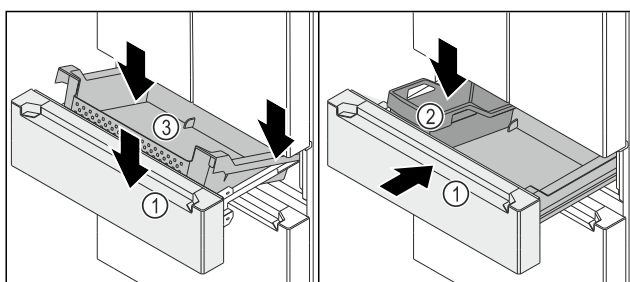

Fig. 147
- ☐ Uittrekwagen Fig. 147 (1) is uitgetrokken.
- Bak Fig. 147 (3) achter op de rails rechts en links plaatsen.
- Bak Fig. 147 (3) naar voren iets neerlaten, zodat de bak Fig. 147 (3) de rails rechts en links omvat.
- FlexBox Fig. 147 (2) plaatsen.
- Uittrekwagen Fig. 147 (1) inschuiven.